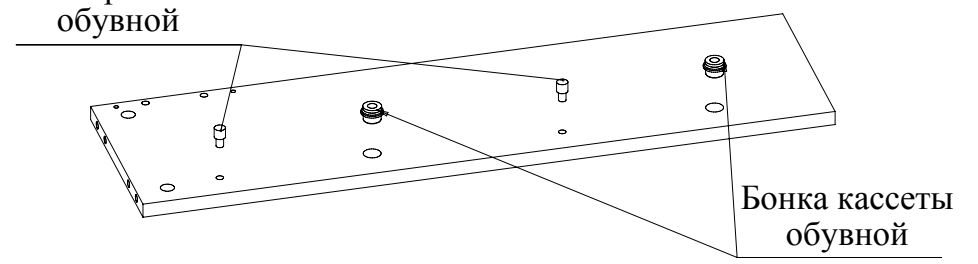

Рис. 3
2. Вставьте стопоры и бонки обувной кассеты в соответствующие отверстия в детали 1 и 2. (Рис. 3).